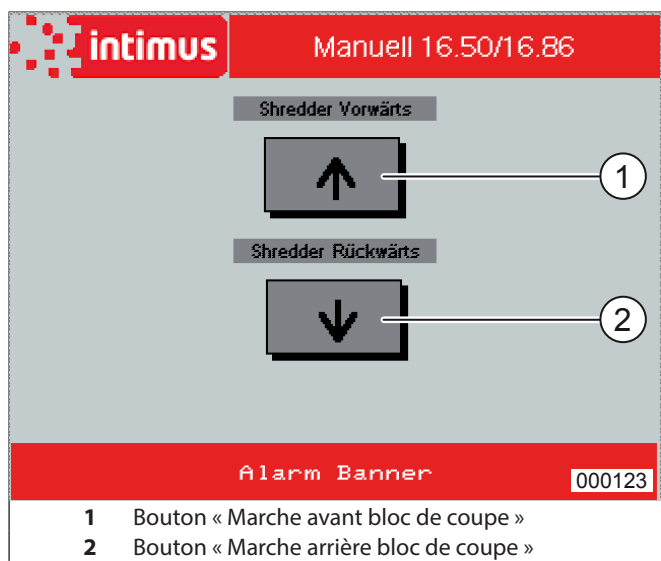

fig. 11 Écran « Mode manuel »
Écran principal « Mode manuel » (fig. 11)
C) Éjection sans ficelage dans le sac en plastique (petits morceaux) (fig. 11 et 13)